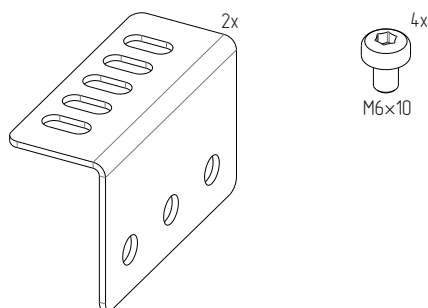

Рисунок 76
4.26.2 Проверить комплектность (рисунок 76).